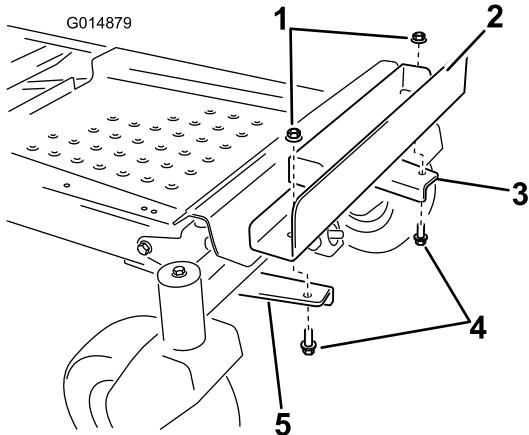

Figura 8
6. Alinee los orificios exteriores del soporte de los pesos con los soportes de montaje instalados anteriormente (Figura 8).